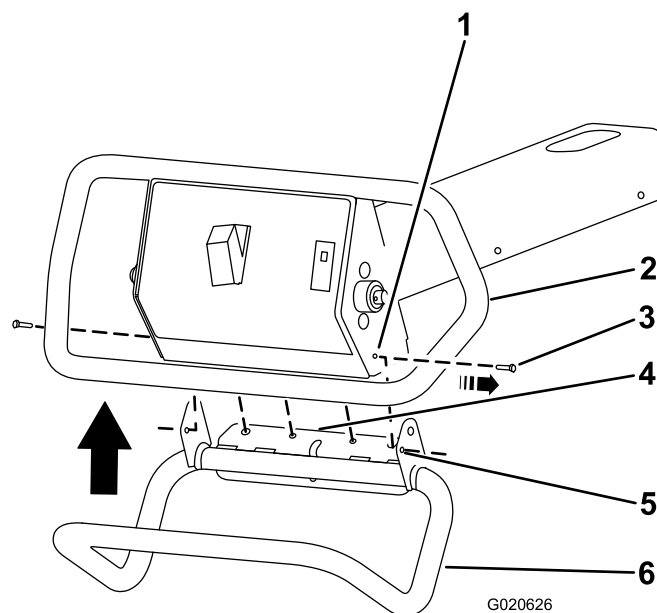

Bild 1
1. Entfernen Sie die zwei Sechskantschrauben (Nr. 10-24" x 1/2"), wie in Bild 1 dargestellt.
3. Drücken Sie den Bügel nach oben und fluchten Sie den Flansch mit dem Rahmen aus (Bild 1).
4. Fluchten Sie die Befestigungslöcher für die zwei Sechskantschrauben (Nr. 10-24" x 3/4") des Bügels mit den Löchern im Rahmen aus (Bild 1).